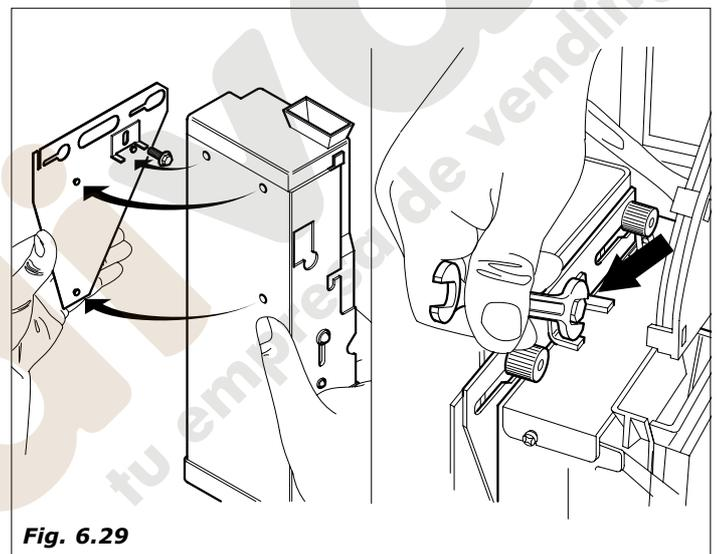

Fig. 6.29
- colocar el monedero en el soporte (Fig.6.29)